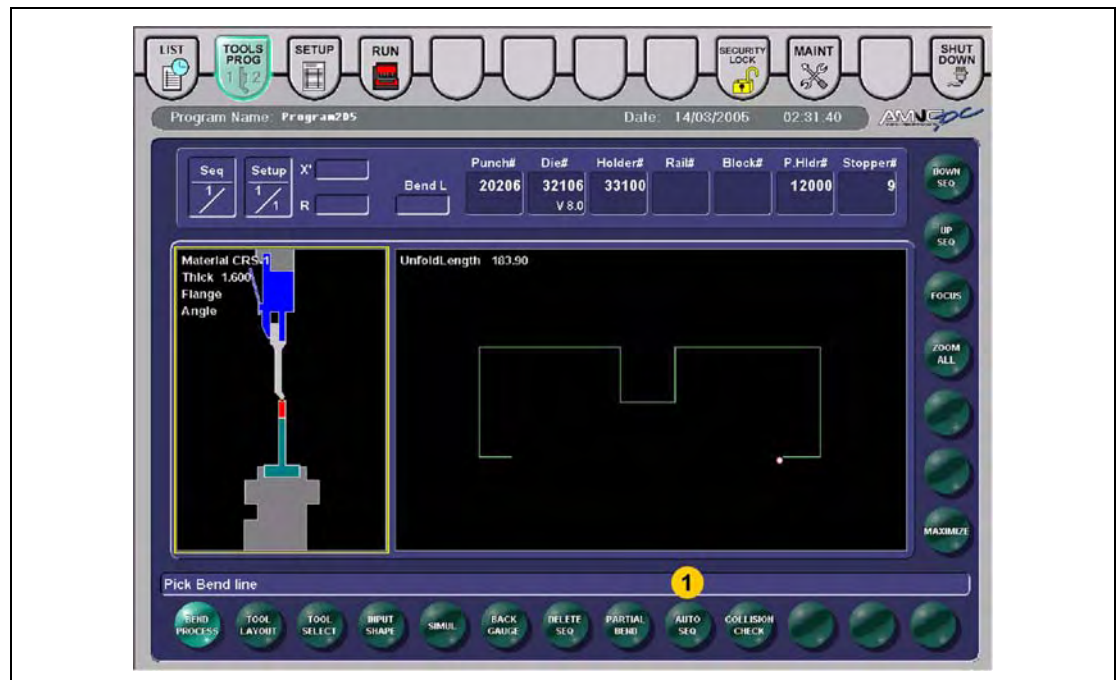

Abb. 7-75 „BEND PROCESS“-Display (SHAPE-Modus)
Bedienfeld „AUTO SEQ“ (1) Abb. 7-75 betätigen. Das „AUTO SEQ“-Display wird angezeigt.